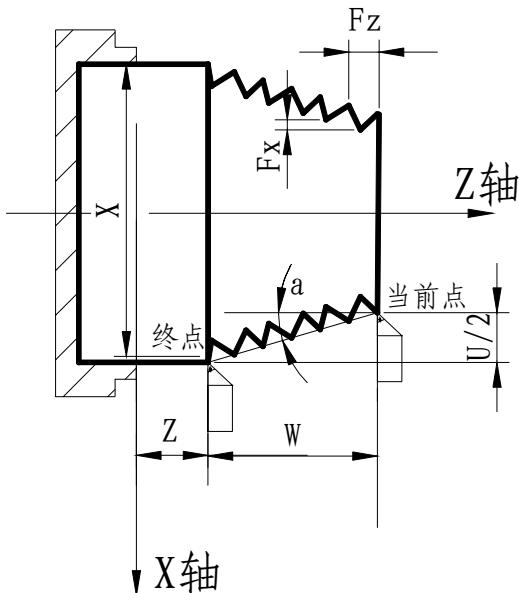

图 2-22
指令功能：两轴同时从起点位置（G32指令运行前的位置）到X (U) 、Z (W) 指定的终点位置的螺纹切削加工（轨迹如图2-22所示）。此指令可以切削等导程的直螺纹、锥螺纹和端面螺纹。G32螺纹切削时，需退刀槽。